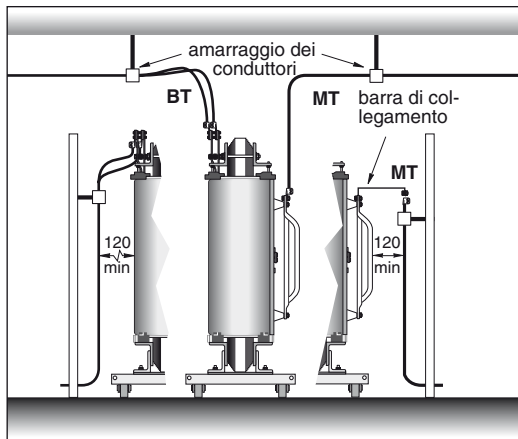

Figura 5 - collegamenti MT e BT.
■ collegamenti MT e BT (figura 5)
I cavi o i condotti sbarre devono essere opportunamente amarrati, in modo da evitare le sollecitazioni meccaniche sugli attacchi di BT e MT del trasformatore. Le partenze BT possono essere effettuate dall'alto o dal basso (figura 5).
È possibile effettuare un collegamento MT con un cavo proveniente dal basso, installando una barra supplementare come mostra la figura 5, non compresa nella fornitura.